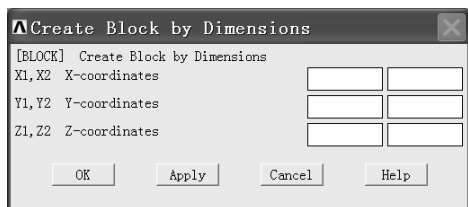

图 2-35 “Create Block by Dimensions” 窗口
(1) 依次选择 Main Menu>Preprocessor>Modeling>Volumes>Block>By Dimensions, 弹出 “Create Block by Dimensions” 窗口 (见图 2-35)。
(2) 在 “Create Block By Dimensions” 窗口中 “X1, X2 X-coordinates” 后面两个方框中依次输入 “0”、“1”; 在 “Y1, Y2 Y-coordinates” 后面两个方框中依次输入 “0”、“0.5”; 在 “Z1, Z2 Z-coordinates” 后面两个方框中依次输入 “0”、“0.5”, 单击 “OK” 按钮生成长方体。